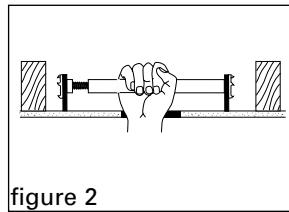

figure 2
2. Lorsque les deux extrémités de l'armature Saf-T-Brace® reposent fermement sur le gyproc, faites pivoter le tube carré jusqu'à ce que les «dents» soient solidement verrouillées dans la solive (uniquement à la main). Il peut être nécessaire d'utiliser une clé de 7/8 po pour effectuer le tour final et ajuster la barre au côté plat. **Ne pas installer à l'aide d'une clé.** Un des côtés plats du tube doit être parallèle au gyproc afin que le support s'accroche correctement (figure 2).